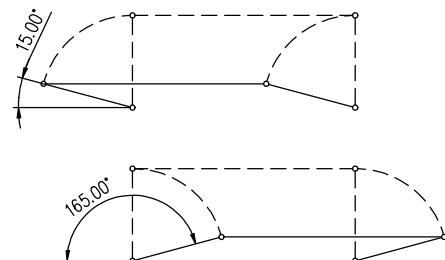

Рис. 3
- При сборке рычажного механизма следите затем чтобы угол между рычагом и тягой не был меньше 15° и больше 165° . (Рис.3)